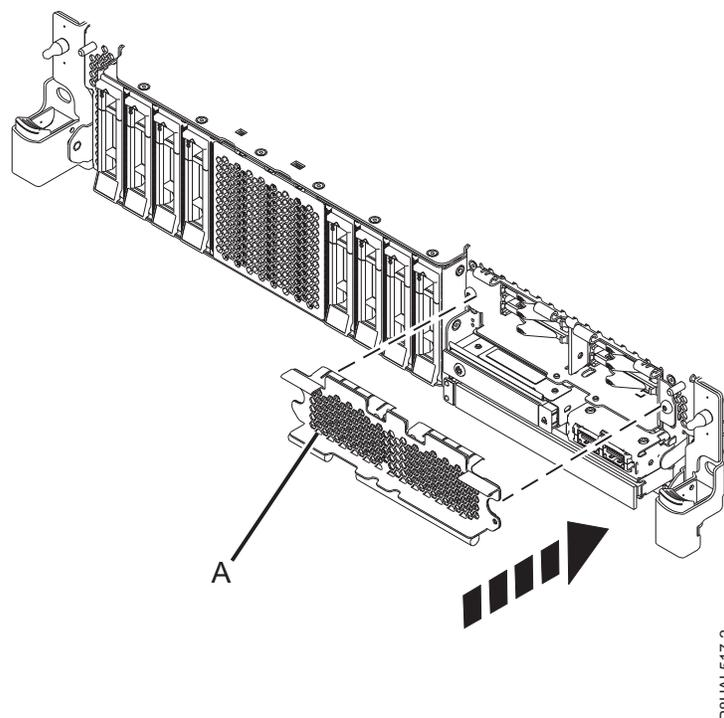

Figure 47. Installation du cache sur le compartiment SSD dans un système à fonction étendue
3. Si applicable, obstruez le compartiment SSD avec le cache perforé (A) comme illustré dans la figure 47.